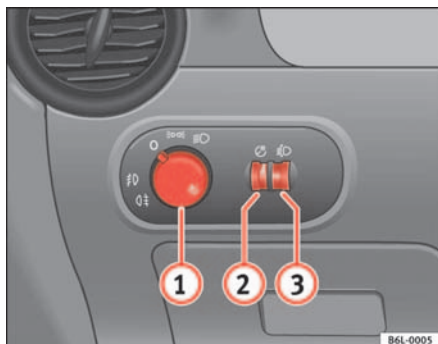

Abb. 56 Ausschnitt aus der Instrumententafel: Schalter für Licht, Nebelscheinwerfer und Nebelschlussleuchte
- Drehen Sie den Lichtschalter ⇒ Abb. 56 in Stellung 0.